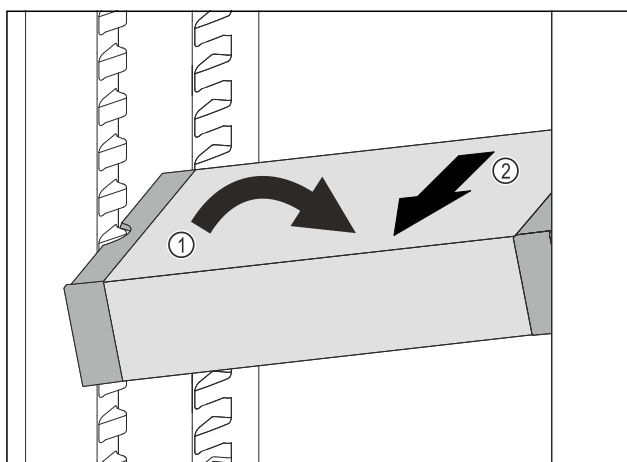

Fig. 109
- ▶ VarioSafe postavte v chladničke šikmo. Fig. 109 (1)
- ▶ VarioSafe vyberte dopredu. Fig. 109 (2)